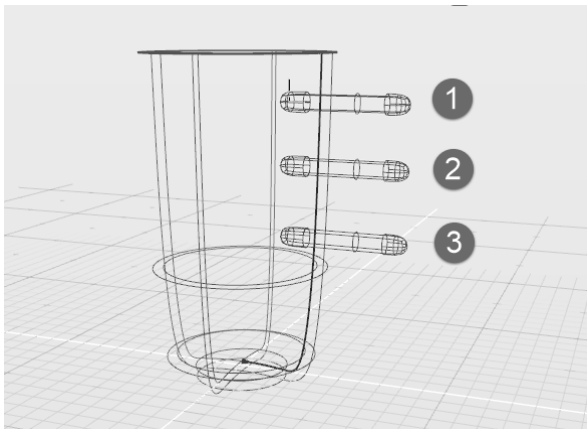

图 7-45 对 3 个多边形对象使用“合并 PolyNURBS”工具
6) 使用“合并 PolyNURBS”工具, 合并 3 个多边形对象, 如图 7-45 所示。